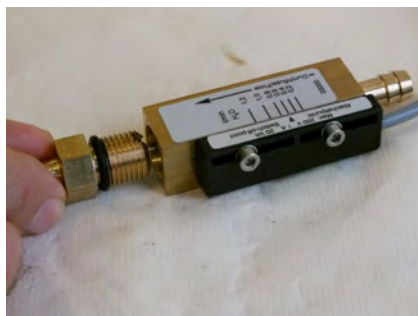

Abb. 21: Verschraubung (Ausgang) abnehmen
2. ➤ Die Schlauchanschluss Verschraubung (Ausgang) vom Gerätekörper abnehmen (Abb. 21). Falls notwendig O-Ring von Verschraubung nehmen.